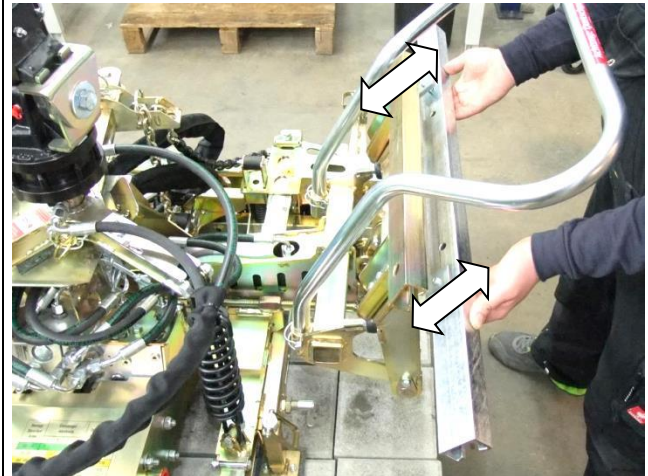

Рисунок 18
Вытяните основное натяжное устройство в соответствующее положение отверстия (A), захватившись за рукоятки (рис. 18 и 19).